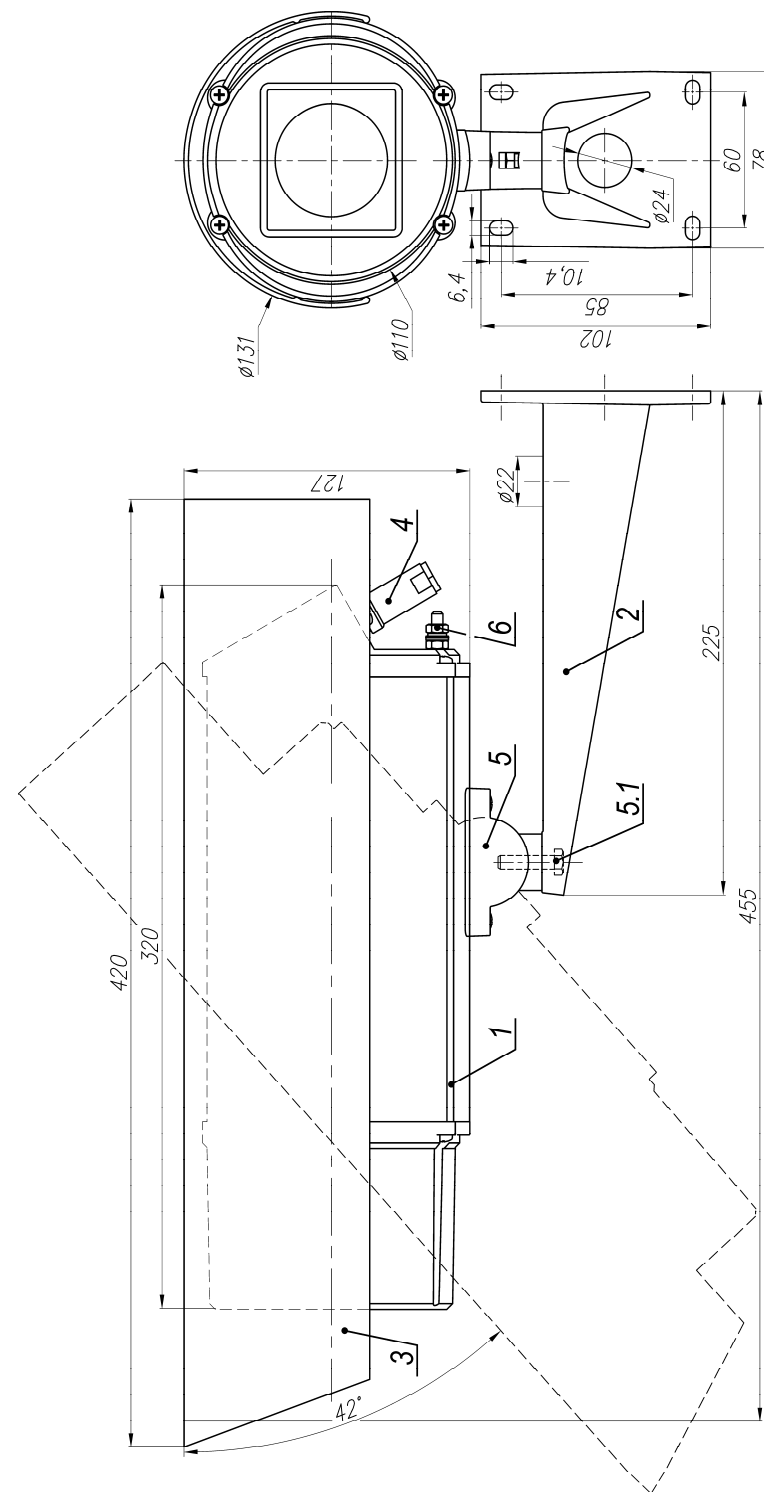

Рис.1 Габаритные и установочные размеры ТВК-93 IP Ex
3. Ослабив болт фиксации шарнира (поз.5.1 рис.1), установить гермобок на нужное направление обзора, после чего надежно зафиксировать шарнир затянув болт.
3. Заземлить гермобок с помощью болта заземления (поз.6 рис.1).
**Состав изделия:** (см. рис.1)